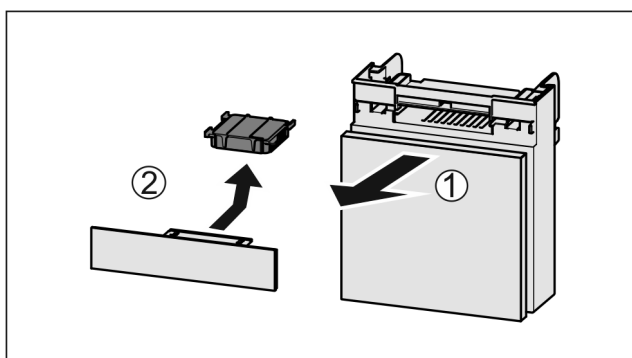

Fig. 56
- Predal izvlecite Fig. 56 (1) naprej.
- Odstranite Fig. 56 (2) aktivni ogljeni filter.